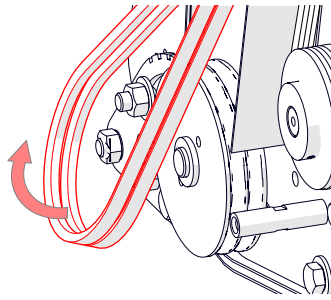

Fig. 16D - Retirar y sustituir la correa
- ii. Aparte la polea tensora. Retire las correas y sustitúyalas (Fig. 16D y 16E).